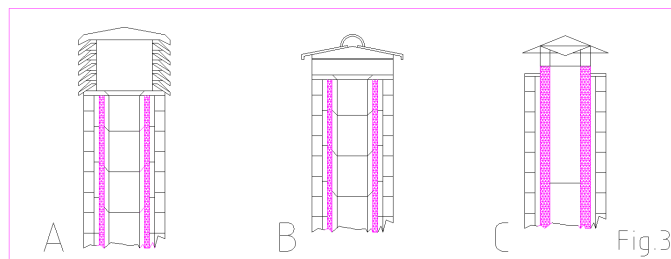

Fig.3
Il comignolo riveste una funzione importante per il buon funzionamento dell'apparecchio riscaldante, si consiglia un comignolo di tipo antivento (A) vedi fig.3.
- 3) Canna fumaria esterna realizzata esclusivamente con tubi inox isolati cioe' con doppia parete minimo \varnothing 120mm il tutto ben ancorato al muro. Con comignolo antivento (vedi fig.3).